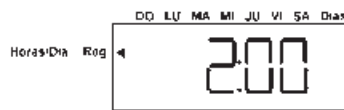

fig.13
- Con los pulsadores seleccionar la hora deseada para la regeneración (fig.13)